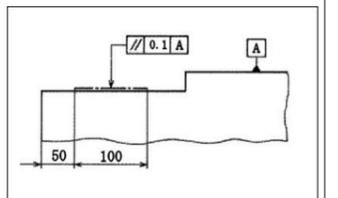

図2 平行度の表示例
18個の内、4個には該当する表示記号はありません。また、図2の表示例にある「平行度」については直感的に一番分かり易いので、「⑦平行度」として答えを記載しております。(正